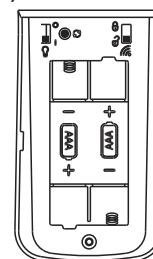

Figura 19
- Quita la cubierta de la batería del control remoto (H). Coloque 2 pilas AAA (no incluidas). Coloca de nuevo la cubierta. (Figura 19)